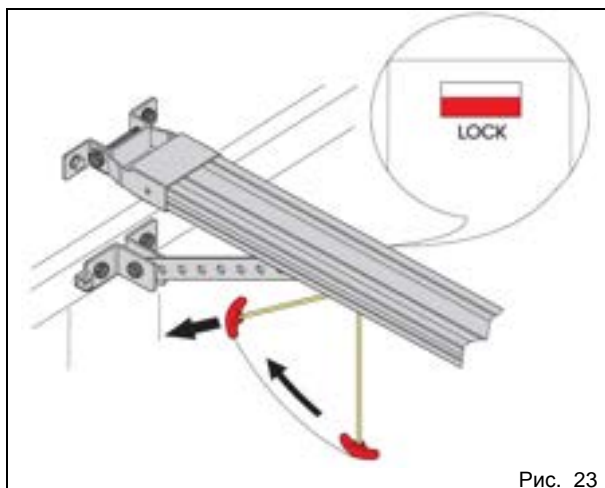

Рис. 23
- 4) Потянуть за наконечник в направлении ворот, так чтобы тросик располагался горизонтально (рис. 23). Отпустить тросик и проверить, появился ли красный флажок "LOCK" (Закртыо) под кареткой. Попытаться вручную открыть ворота.